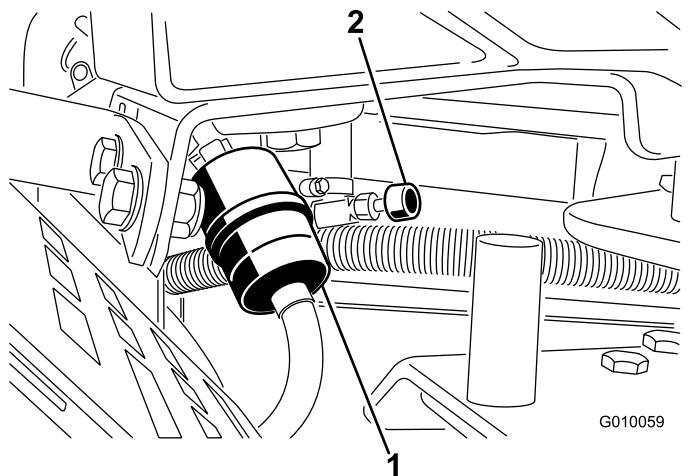

图 50
2. 关闭燃切断油阀图 50。
3. 将软管夹的两端挤压到一起将它们滑离滤清器图 50。
5. 安装新的滤清器并将软管夹移近滤清器图 50。
7. 打开燃油切断阀图 50。
3. 松开燃油滤芯上的软管夹、沿燃油管向上滑动、使之离开燃油滤芯图 50。
4. 从燃油滤清器上拉出燃油管图 50。打开燃油切断阀让燃油排入燃油罐或放油盘。
5. 将燃油管安装到燃油滤清器上。将软管夹滑近燃油滤清器固定燃油管 (图 50)。